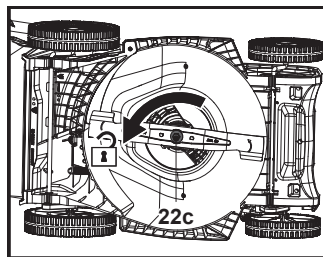

Fig. 20
1. Mantenha a parte inferior e a lâmina de corte (22) limpas e sem detritos. Remova a relva cortada da conduta de descarga traseira (21).
3. Mantenha a lâmina de corte (22) afiada para garantir um bom desempenho de corte. Substitua a lâmina de corte gasta ou danificada por uma nova do mesmo tipo, ou solicite o afiamento a um especialista qualificado.
- Desaperte o parafuso de fixação (22c) para a esquerda com uma chave de impacto elétrica adequada (tamanho da chave de 13 mm) (Fig. 20) e retire-o juntamente com a anilha plana (22b) e a lâmina de corte (22).